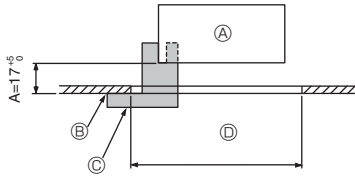
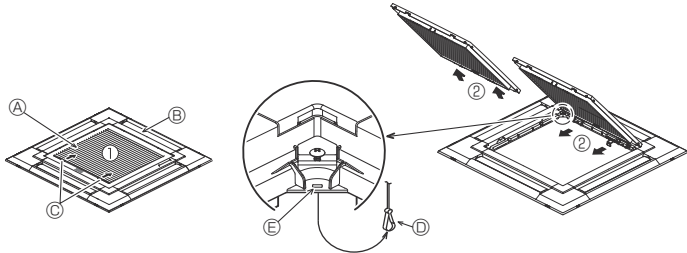
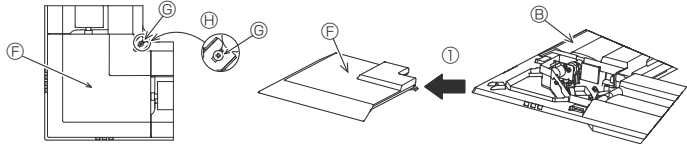

Fig. 9-2
Fig. 9-3
Fig. 9-4
①	Izgara	1	950 × 950 (mm)
②	Geyç	1	(dört bölmeli)
③	Vida (4 × 16)	1	PLP-6EAE, PLP-6EALME için
④	i-see sensor köşe paneli	1	PLP-6EAE, PLP-6EALME için
⑤	Kablosuz uzaktan kumanda	1	PLP-6EALM, PLP-6EALME için
⑥	Uzaktan kumanda yuvası	1	Ürünle birlikte uzaktan kumanda sağlandığında bulunur.
⑦	LR6 AA pil	2	Ürünle birlikte uzaktan kumanda sağlandığında bulunur.
⑧	3,5 × 16 kılavuz vida	2	Ürünle birlikte uzaktan kumanda sağlandığında bulunur.
9.2. Izgarayı takma hazırlığı (Fig. 9-2)
- Bu kit ile birlikte verilen geyci ② kullanarak ünitenin tavana göre konumunu ayarlayınız ve kontrol ediniz. Eğer ünite tavana göre doğru yerleştirilmezse hava geçirebilir veya kondansasyon birikmesine imkan verebilir.
- C Geyç ② (ünite içine sokulu)
9.2.1. Hava giriş izgarasının çıkarılması (Fig. 9-3)
- Hava giriş izgarasını açmak için kolları okla ① gösterilen yönde itiniz.
- Hava giriş izgarası "açık" durumdayken hava giriş izgarasının menteşesini okla ② gösterilen şekilde izgaradan ayırın.
9.2.2. Köşe panelinin çıkarılması (Fig. 9-4)
- Köşede bulunan 4 vidayı gevşetin. Köşe panelini çıkarmak için köşe panelini şekildedeki ① numaralı okla gösterilen şekilde itin.
[Fig.9-3] [Fig.9-4]